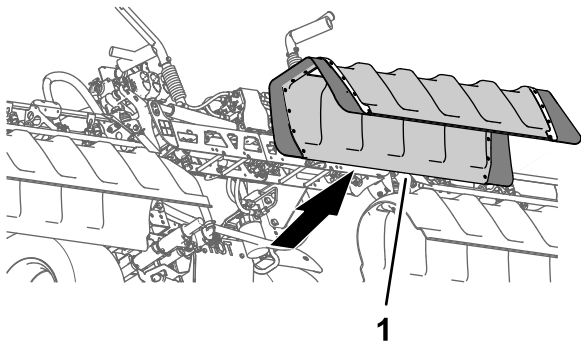

Bild 26
2. Nehmen Sie die mittlere Abschnittsabdeckung von der Maschine ab (Bild 26).